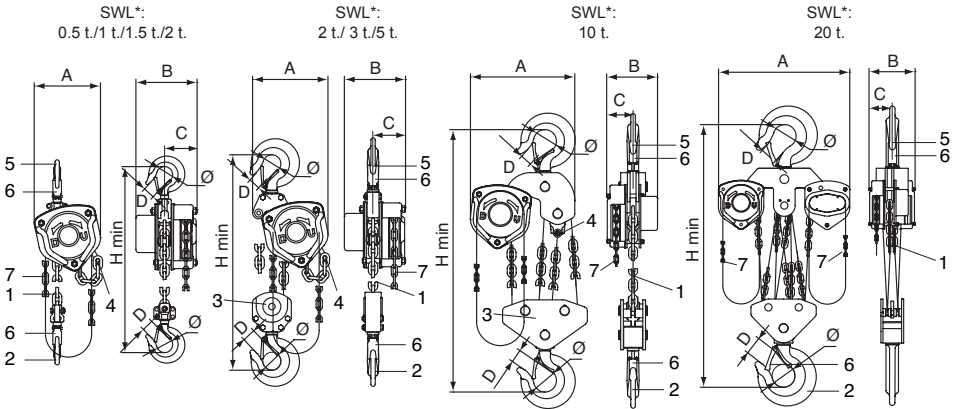

Fig. 1
Lyftblocket Tralift™ levereras utrustad med en lyftkätting (punkt 1, fig. 1) och en kompatibel manöverkätting (punkt 7, fig. 1) för en standardlyfthöjd på 3 m.
Lyftkättingen består av en eller flera löpare (se punkt 2 "Tekniska uppgifter") med en lyftkrok i lyftändan (punkt 2, fig. 1). I andra ändan (döda ändan) sitter lyftkättingen fast i ett nedre ändanslag (punkt 4, fig. 1) som är fastgjord vid utrustningen.
3. Kontrollera krokarnas (punkt 2, fig. 1) och spärrhakarnas skick (punkt 6, fig. 1).
4. Kontrollera att lyftkättingens döda ända sitter fast vid utrustningens nedre ändanslag (punkt 4, fig. 1).